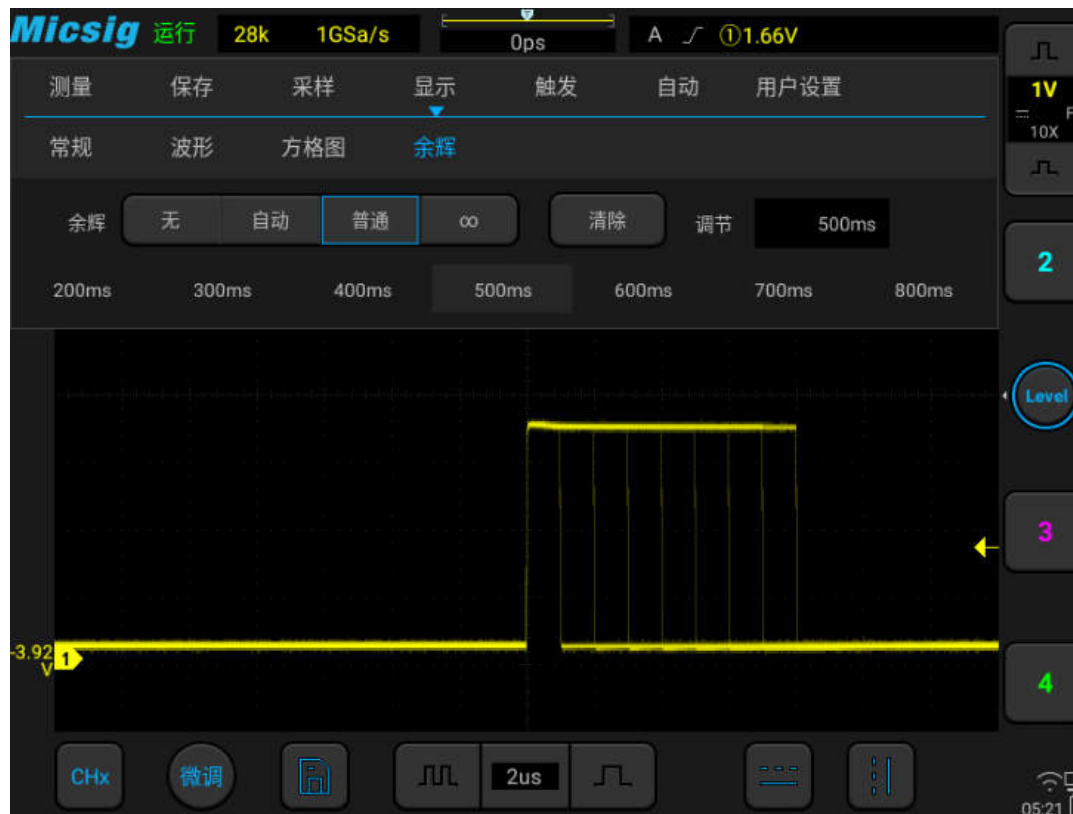

图10-4 余辉时间调节
- Normal：普通 — 可设置余辉时间 — 选择可变余辉后，轻点“调节”右边的方框，弹出余辉时间选择框（如图 10-4），可指定余辉时间。可在 100ms 到 10s 之间设置。